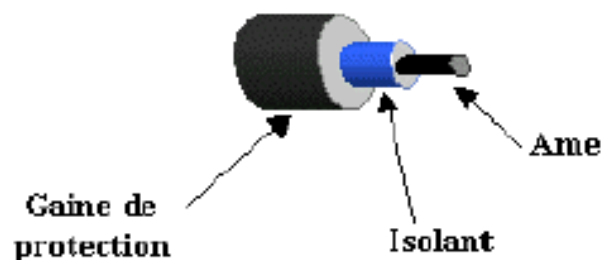

Figure 2.1 - câble mono conducteur
- **Le câble unipolaire ( mono conducteur ) :** C'est un conducteur isolé qui comporte, en plus, une ou plusieurs gaines de protection ( voir figure 2.1).